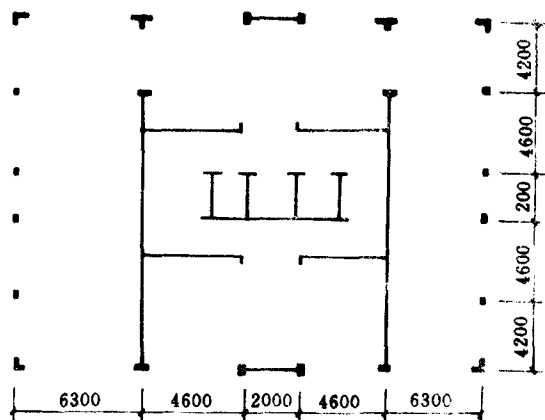

图 1-4 某房屋底层剪力墙结构平面图
③剪力墙结构:是由纵、横向的钢筋混凝土墙所组成的结构。目前,我国剪力墙结构多于 12~30 层住宅、旅馆建筑中。如图 1-4 所示平面即属剪力墙结构平面形式。